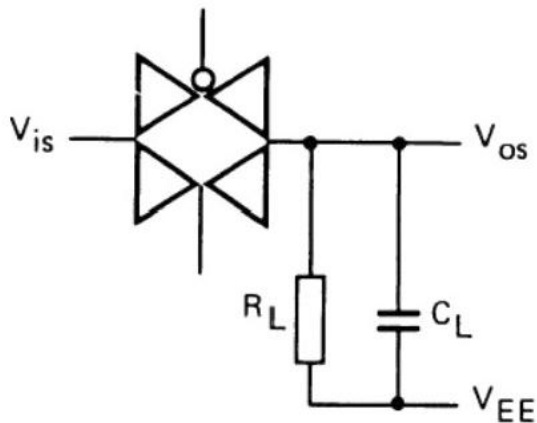

图 4
4. RL=10KQ; Ci=15Pf; 通道开; Vis=Voo(PP)/2(正弦波, 在 Voo/2 处对称), fis=1KHz; 如图4 所示
7. R=1KQ; CL=5pF; 通道关; Vs=Voo(P-P)/2(正弦波, 在 Voo/2 处对称); 20lg(Vos/Vis)=-50dB; 如图4 所示
8. $R_T=1K\Omega$; $C_L=5pF$; 通道开; $V_g=V_{oD}(PP)/2$ (正弦波, 在 $V_{oo}/2$ 处对称); $20lg(V_{os}/V_{is})=-3dB$; 如图4 所示